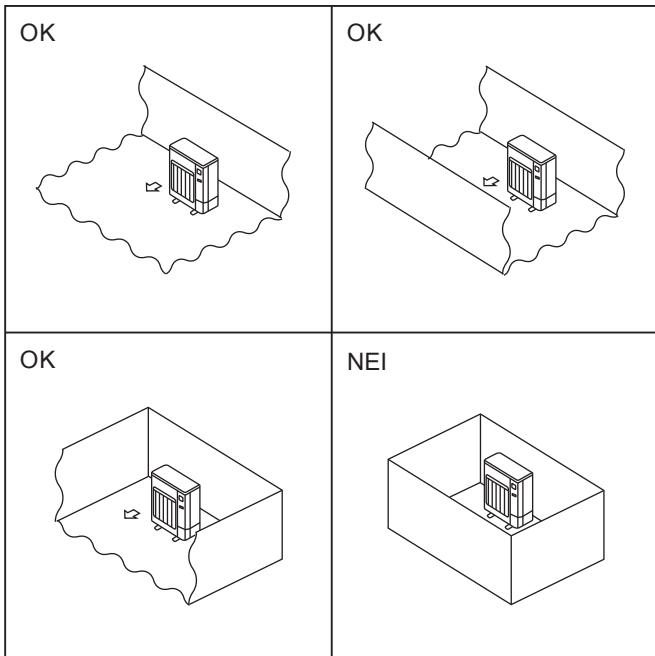

Fig. 2-2
- ② Monter utendørsenhet på et sted der minst én av fire sider er åpne, og i et tilstrekkelig stort område uten fordyppinger. (Fig. 2-2)